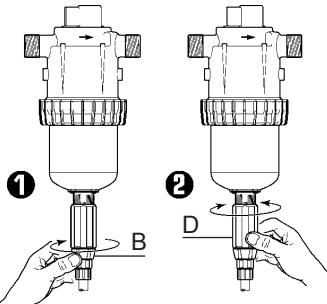

Fig. 12
- Desenroscar el anillo de bloqueo (Fig. 12-B).
- Enroscar el anillo de bloqueo (Fig. 12-B).